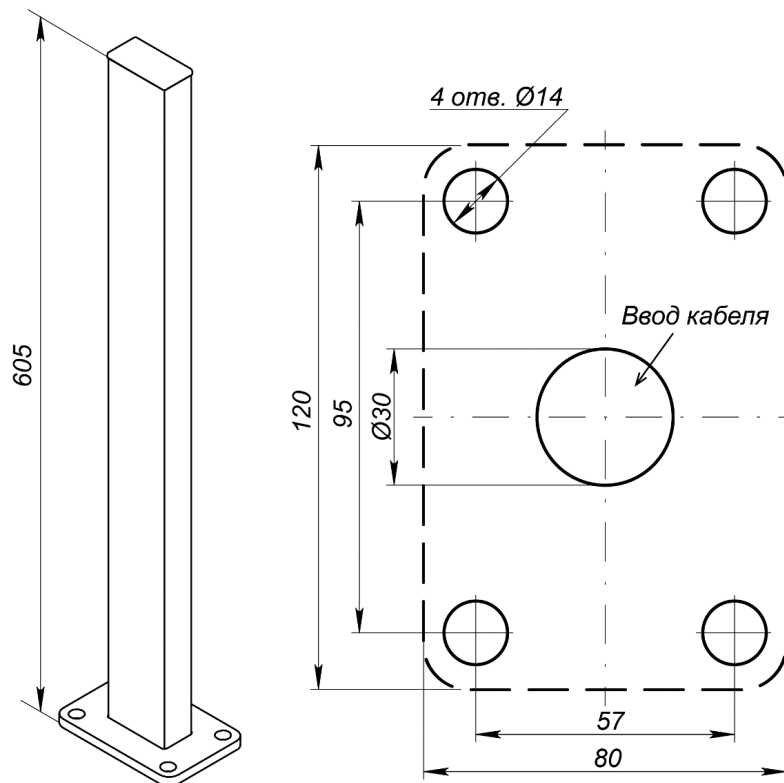

Рисунок 17. Внешний вид и схема разметки отверстий для установки стойки для фотоэлемента безопасности *PERCo-GDS1*
Фотоэлемент безопасности может устанавливаться на стойке *PERCo-GDS1* (входит в дополнительный комплект поставки) (см. рис. 17).
2. Выполните в установочной поверхности отверстия под гильзы анкеров в соответствии со схемой разметки (см. рис. 17), а также штробы для проводов питания и соединения при необходимости. Размер отверстий на схеме указан для анкеров типа PFG IH8 («SORMAT»), при использовании других типов анкеров необходимо выполнять отверстия соответствующих им диаметра и глубины.